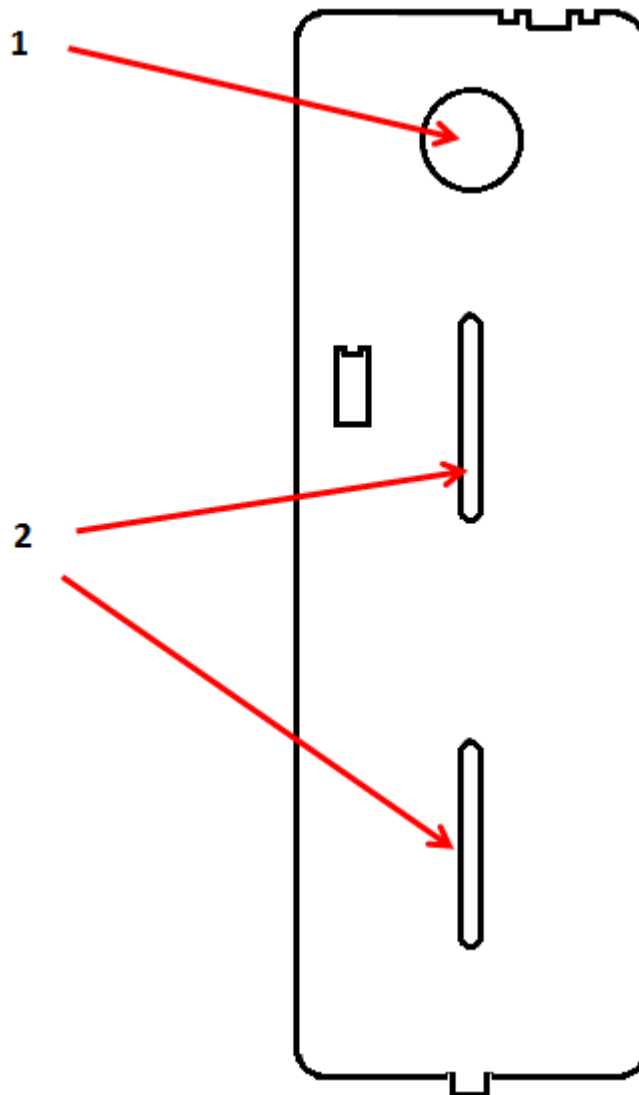

Рисунок 3. Отверстие ввода кабелей (1) и места крепления (2)
4. Разметьте места крепления считывателя, приложив заднюю крышку к стене (см. рисунок 3)